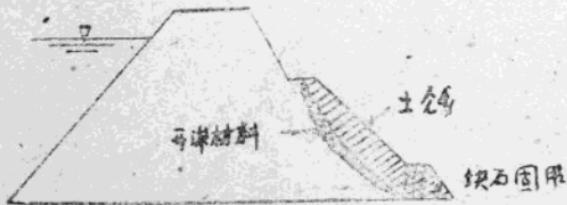

图19 放大边坡 (每层材料厚度 0.3-0.5米)
(3) 加大边坡，做法：将脱坡处松土略加清除，然后开沟导渗，再合层填土夯实。填土加大的坡度要看水清、险情来决定。坡底用块石固脚（如图19）。